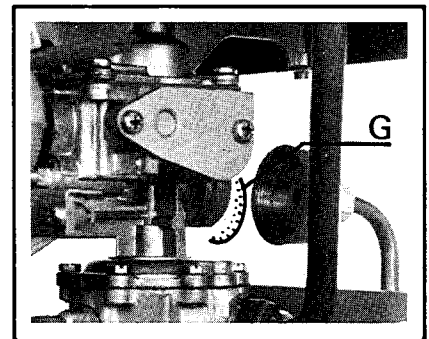

Fig. 7
11) Gas Filter (fig. 7).
- Replace filter if necessary (G. fig. 7).